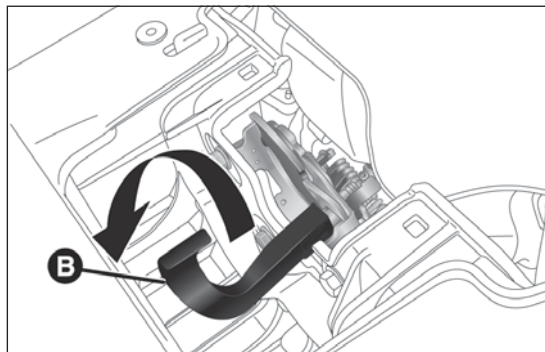

fig. 103
- ☐ azionare la leva B fig. 103 agendo nel senso indicato dalla freccia e sollevare il cofano.